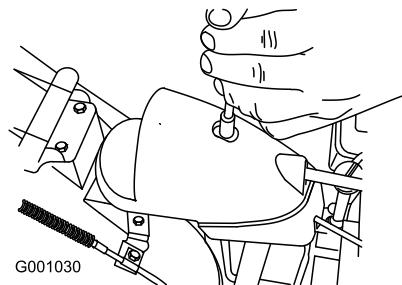

Figure 46
- Retirez la fixation du couvercle du secteur denté (Figure 46), soulevez l'avant du couvercle et faites-le coulisser en arrière de façon à l'écartier.